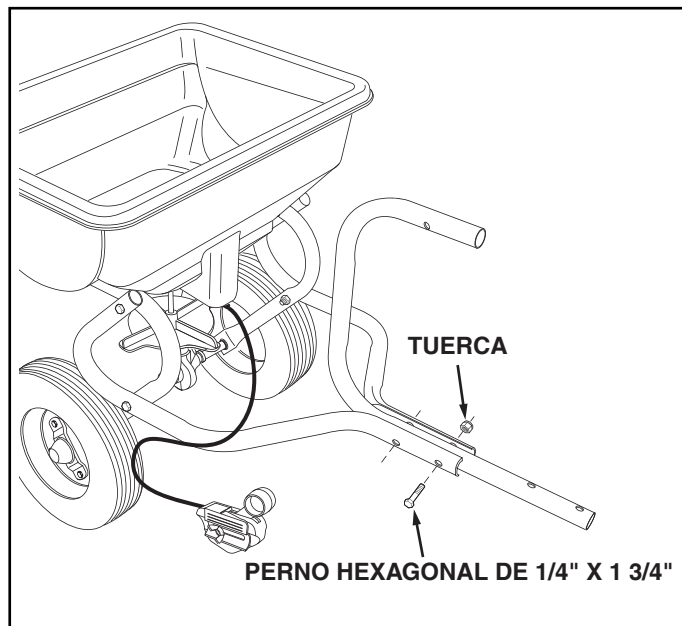

FIGURA 2
3. Coloque el Tubo de Control de Enganche entre los Tubos de Enganche, usando dos pernos hexagonales de 1/4" x 1-3/4" y dos tuercas. **Apriete todos los pernos y las tuercas.** Vea la Figura 2.